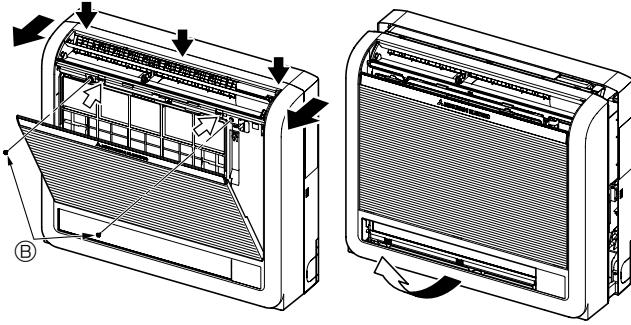

Fig. 3-3
- 1) Oklarla \rightarrow gösterilen 2 konuma bastırın ve ön ızgarayı açın. (Fig. 3-3)